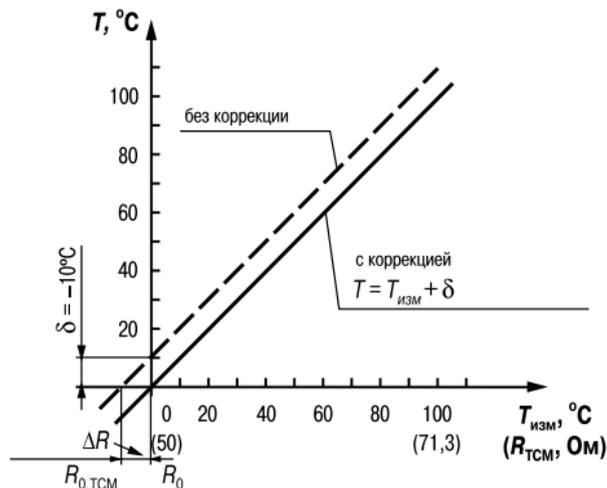

Рис. 5
3.2.5.2. Для компенсации погрешностей $\Delta R = R_0 - R_{0,TCM}$, вносимых сопротивлением подводящих проводов R_{TCM} , при использовании двухпроводной схемы подключения термопреобразователей сопротивления, к каждому измеренному значению параметра $T_{изм}$ прибавляется заданное пользователем значение δ («**сдвиг характеристики датчика**»). На рис. 5 приведен пример сдвига характеристики для датчика TCM(Cu50).